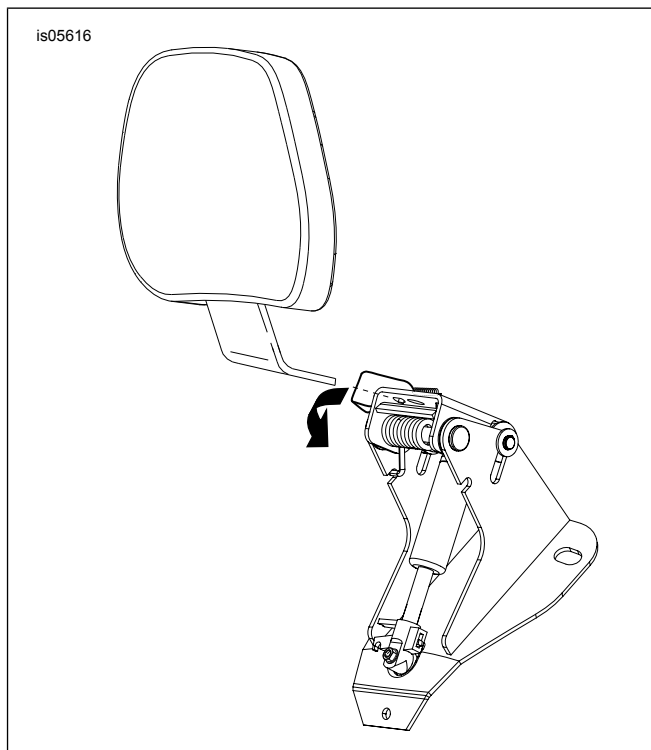

Figura 13. Instalação do encosto
1. Veja Figura 13 . Pressione a alavanca sobre o suporte do encosto, como indicado.